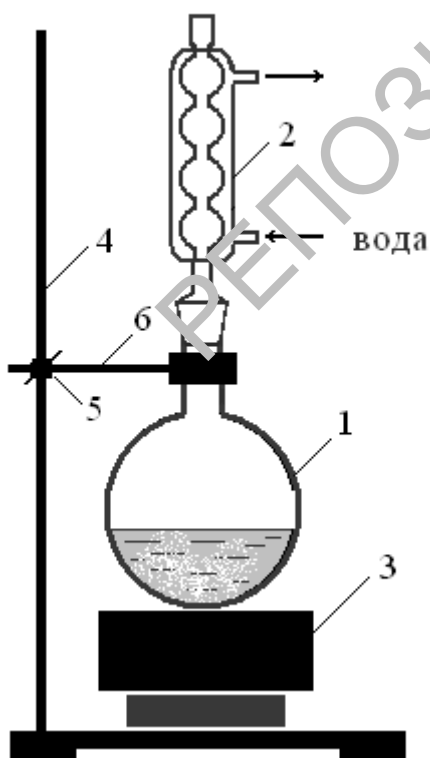

Рис. 3.3 Схема прибора для получения тиосульфата натрия.
Навеску сульфита натрия растворят в 20 см³ воды, при помощи индикаторной бумаги измеряют pH раствора (1). Порошок серы, взятой в двукратном избытке от стехиометрического количества (2), измельчают (3) смачивают несколькими каплями этилового спирта (4) и с помощью стеклянной палочки переносят её в раствор сульфита натрия. Собирают прибор, состоящий из круглодонной колбы, обратного холодильника (5) и электроплитки (см. рис. 3.3).